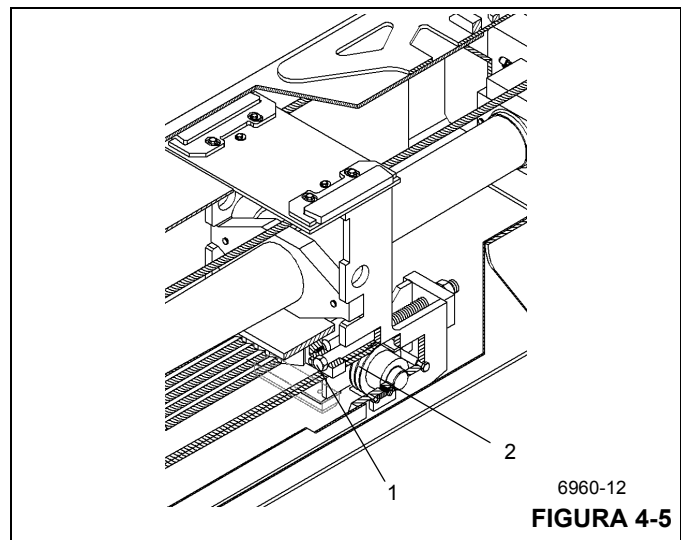

FIGURA 4-5
1. En la parte trasera de la sección central interior, saque el perno y el buje retenedor del cable (1) de la parte trasera de cada conjunto de polea de cable de retracción (2) (Figura 4-5).